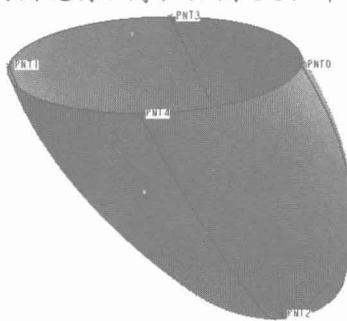

图1-36
6. 绘制边界混合曲面，如图 1-36 所示（绘制曲面前需要将两条曲线在基准点“PNT2”处打断）。